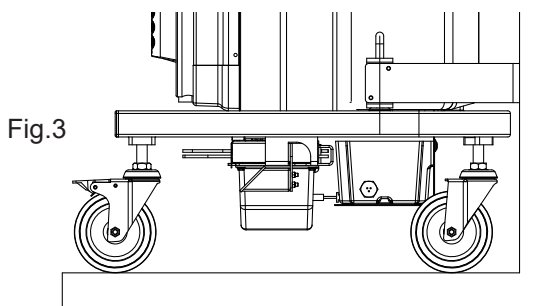

Fig.3
2. Laisser les freins des roues de la borne déverrouillés et orienter les roues selon la figure 3.
2. Leave the terminal's wheel brakes unlocked and position the wheels as shown in figure 3.